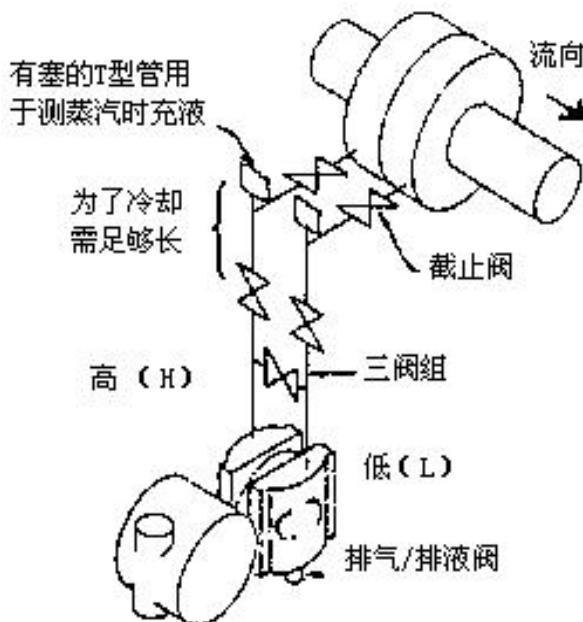

图 2.5 蒸汽介质连接示意图
**测量蒸汽压力时**，引压管应装在流程管道的侧面。而智能变送器则装在取压口的下方。其中引压管要充满水，以防智能变送器与蒸汽直接接触。测量蒸汽或其他高温介质时，不应使智能变送器的工作温度超过极限，如图 2.5 所示。